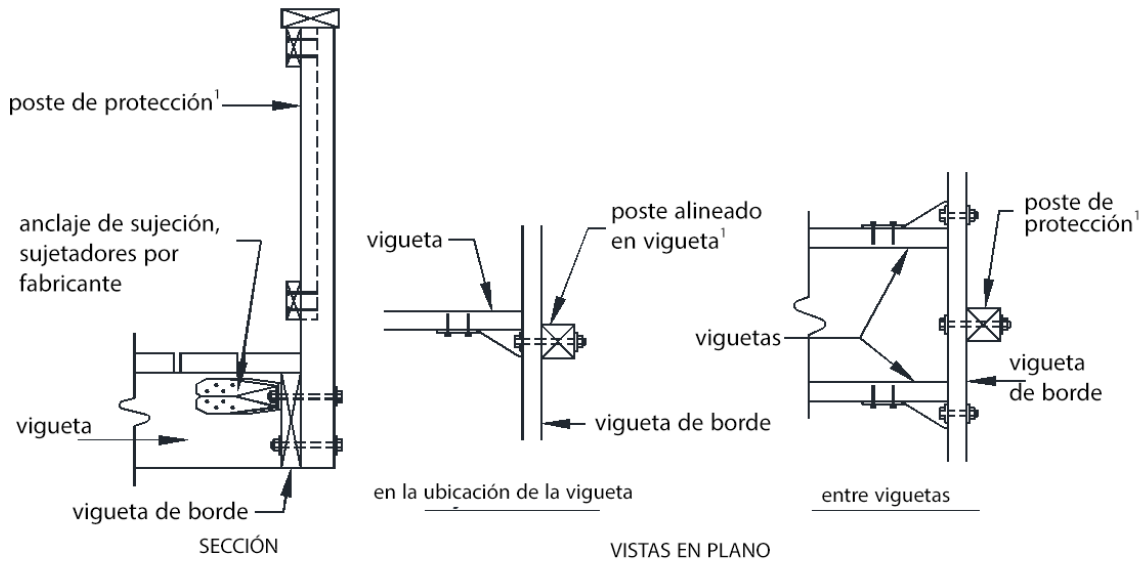

FIGURA 36: MUESCAS DE POSTE PROHIBIDAS
- Está prohibido hacer muescas en los puestos de protección, como se muestra en FIGURA 36.